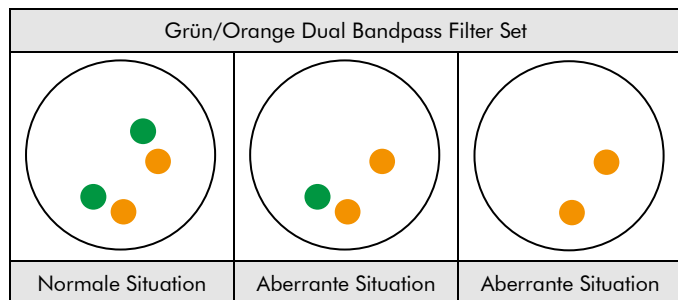

Abb. 2: Zu erwartende Ergebnisse in normalen und aberranten Zellkernen
**Normale Situation:** In Interphasen von normalen Zellen oder Zellen ohne eine Deletion der CDKN2A-Genregion erscheinen zwei orange und zwei grüne Signale (siehe Abb. 2).
**Aberrante Situation:** In einer Zelle mit Deletion, die die CDKN2A-Genregion betrifft, kann eine reduzierte Anzahl grüner Signale beobachtet werden. Deletionen, welche nur Teile der CDKN2A-Genregion betreffen, können zu einem normalen Signalmuster mit grünen Signalen reduzierter Größe führen (siehe Abb. 2).